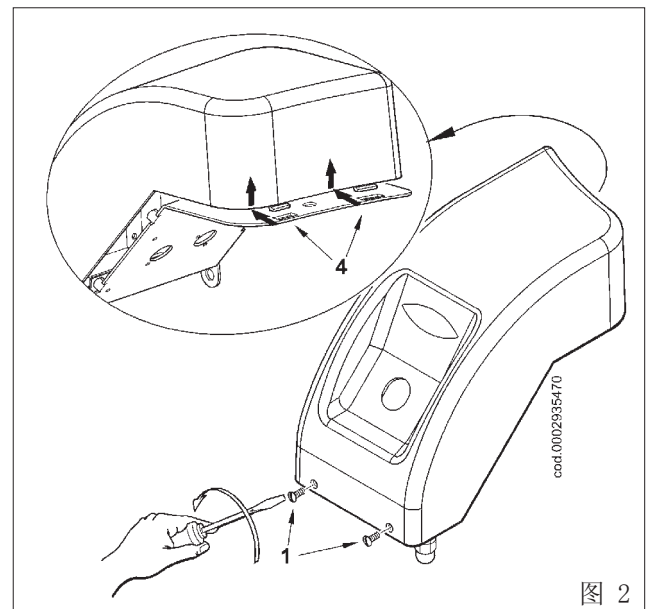

图 2
- 3) 现在按图2所示移开4个螺栓(7)，从相应的双栓螺母上拆下火焰管(8)，反过来重新连接倒角和进气管路的连接。
- 2) 为了访问箱内组件，需要松开两个螺丝（1），轻轻向后移除盖子以便使其从框架上脱钩（图2）然后取下盖子。